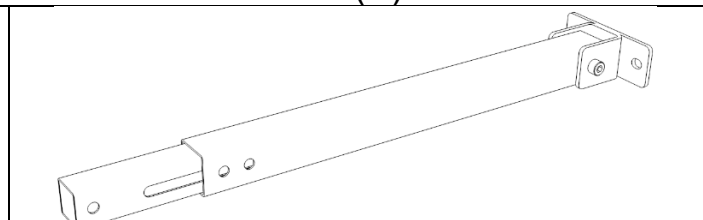

Bild 7
- Stecken Sie den Teleskopteil des Rückbeins in den unteren Teil (Bild 7).